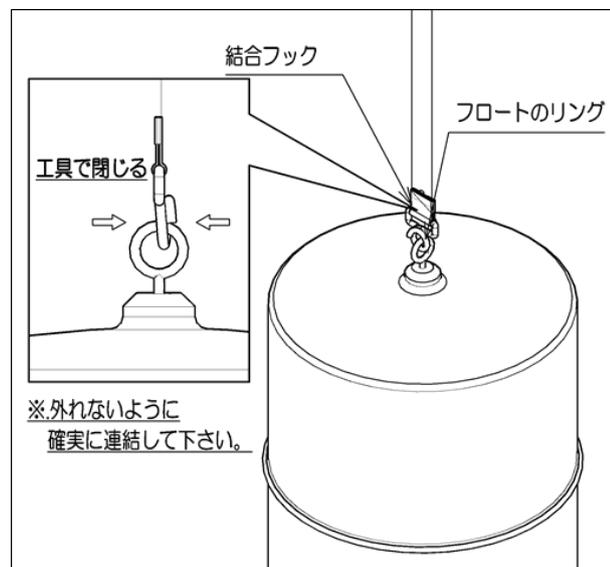

図 2. フロートとテープの連結
- 4.3.2. 計器フランジ下面よりフックを持ちテープを引き出します。フロートのリングにフックを通して連結します。ペンチなどの工具でフックを閉じてリングから外れないようにします(図 2.参照)。
- 4.4.3. 計器フランジ下面よりフックを持ってテープを引き出し、フロートのリングと連結します。ペンチなどの工具でフックを閉じてリングから外れないようにします(図 2.参照)。